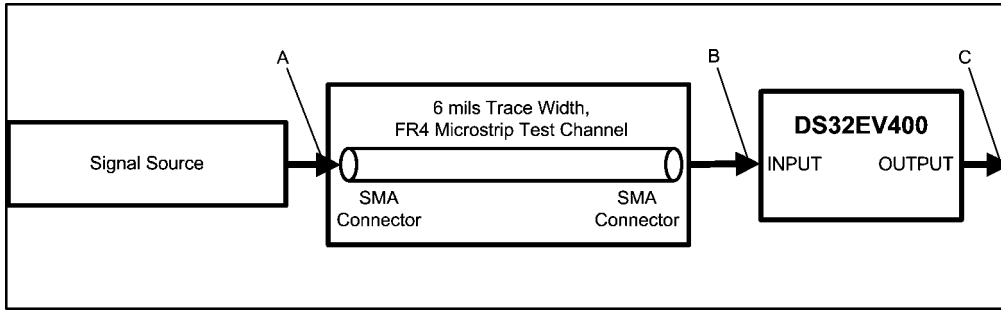

FIGURE 1. Test Setup Diagram
Note 6: 確定的ジッタ (DJ) は、差動出力ピン (Figure 1 のポイント C) での測定値から、テスト・チャネル (Figure 1 のポイント A) の前の確定的ジッタ (DJ) を引き算した値になります。ランダム・ジッタは、平均化または同様の手段を使って削除します。
Note 8: イコライザによるランダム・ジッタは、 $\sqrt{J_{OUT}^2 - J_{IN}^2}$ と定義されます。 J_{OUT} は、ps 単位でのイコライザ出力におけるランダム・ジッタの rms 値 (Figure 1 のポイント C を参照) で、 J_{IN} は、ps 単位でのイコライザ入力におけるランダム・ジッタの rms 値 (Figure 1 を参照) です。